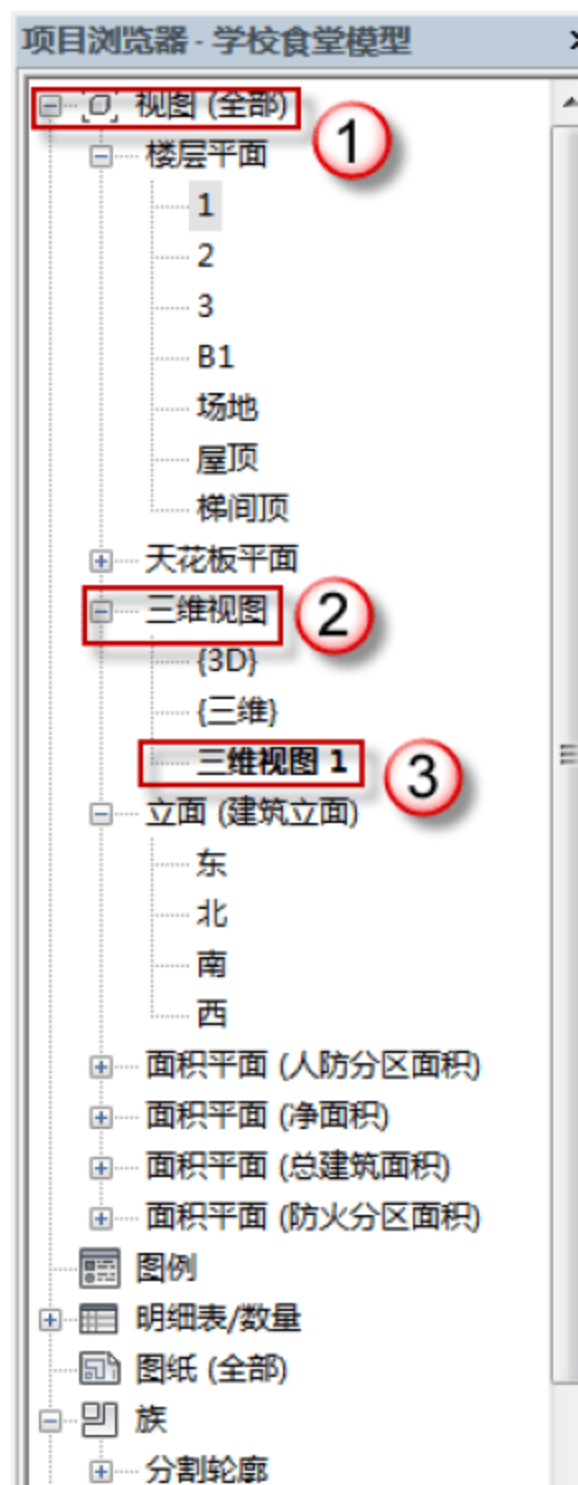

图 13.2.4 相机位置
(3) 调整相机。相机完成后，工程师可以进入“项目浏览器”面板中，选择“视图（全部）”→“三维视图”→“三维视图 1”选项，如图 13.2.4 所示，通过拖动 4 个夹点修改相机范围，如图 13.2.5 所示。修改后如图 13.2.6 所示。